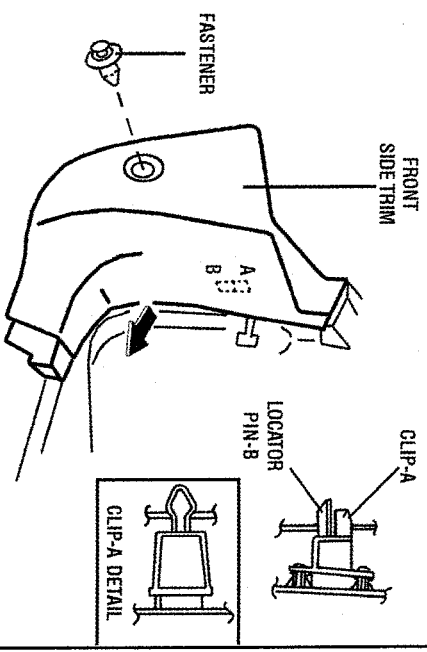

FIGURE 19
- 1.) REMOVE THE FASTENER. (SEE FIGURE 19)
- 2.) PULL THE FRONT SIDE TRIM IN THE DIRECTION SHOWN BY THE ARROW, THEN DETACH CLIP A AND LOCATOR PIN B. (SEE FIGURE 19)
- 3.) REMOVE THE FRONT PASSENGER SIDE TRIM. (SEE FIGURE 19)